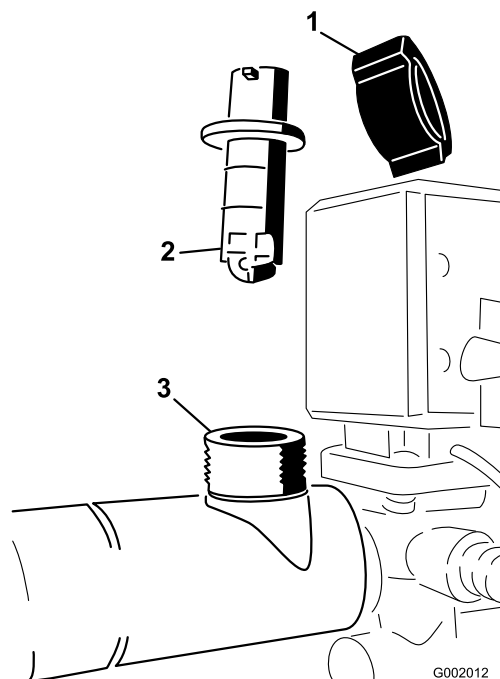

Figura 72
- Retire la tapa del cuerpo del caudalímetro (Figura 72).